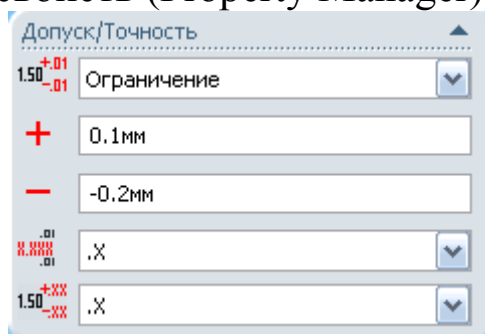

Рис. 7
- в разделе **Допуск/Точность** из выпадающего списка **Тип допуска** выберите **Ограничение** (рис. 7);